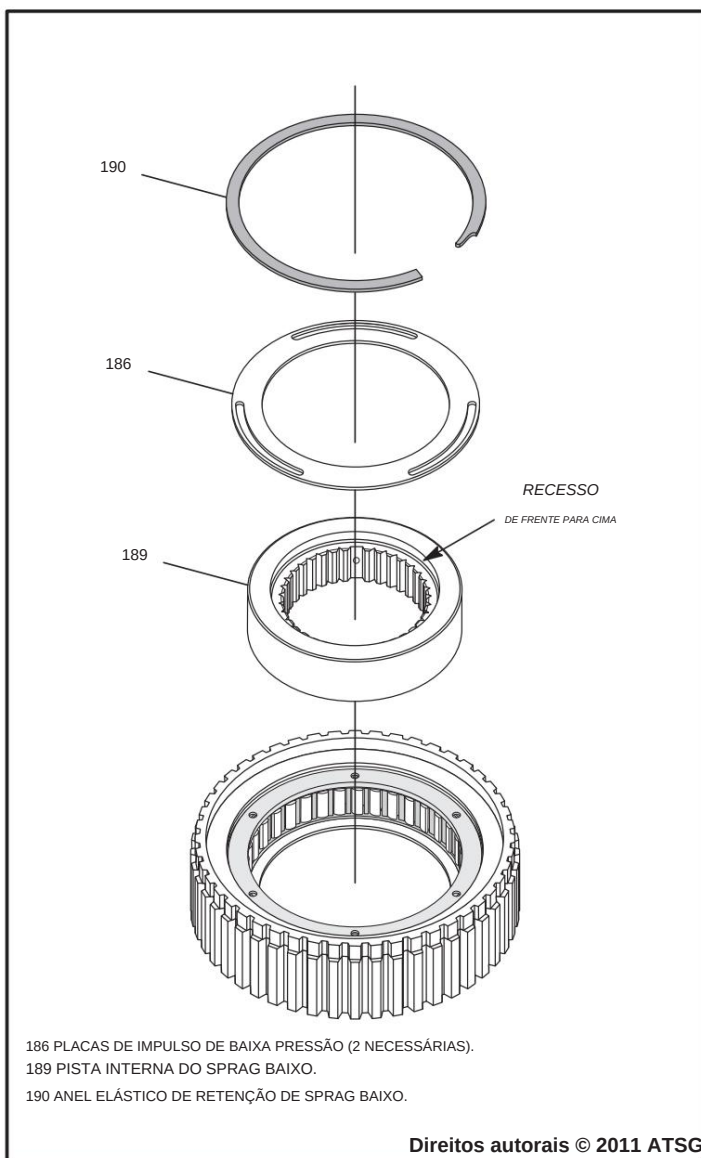

Figura 70
10. Lubrifique a pista interna com fluido Mopar® +4 e instale com um movimento anti-horário, conforme mostrado na Figura 70.
- Observação: o recesso na pista interna deve ficar voltado para cima, conforme mostrado na Figura 70.**
11. Instale a segunda placa de encosto de baixa resistência, conforme mostrado na Figura 70.
12. Instale o anel elástico de retenção do ressalto inferior, conforme mostrado na Figura 70.